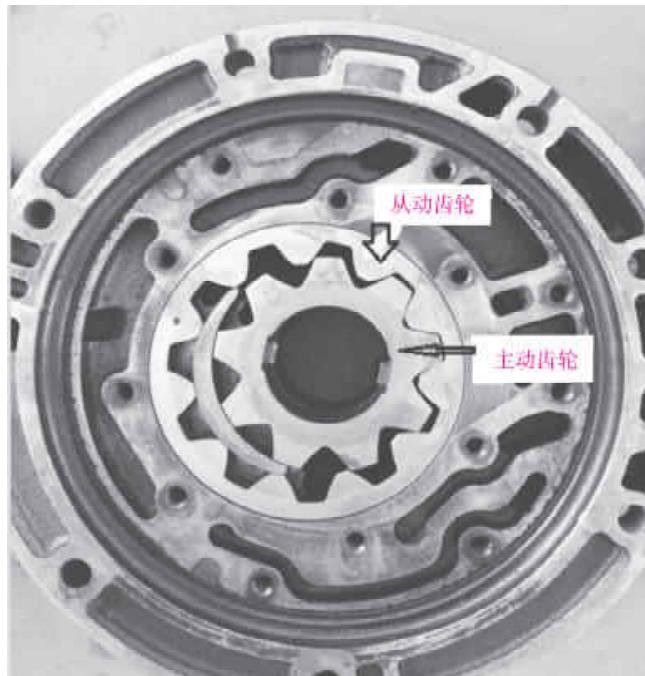

图 3-10 安装油泵齿轮
(4) 安装油泵从动齿轮,注意标记,确保从动齿轮的顶部朝上。安装油泵主动齿轮,注意标记,确保主动齿轮的顶部朝上,如图 3-10 所示。